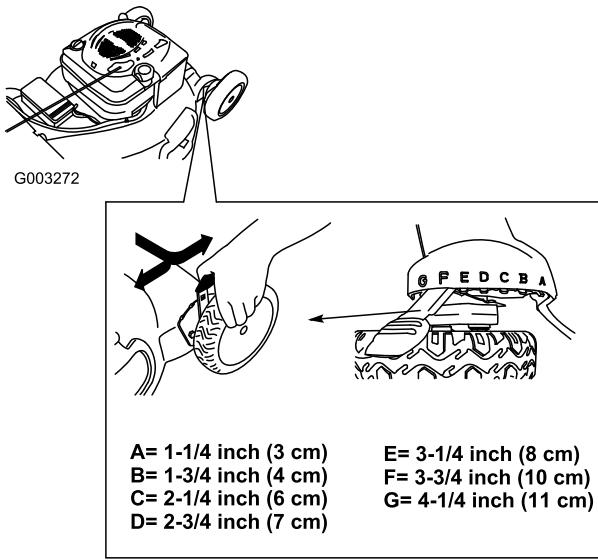

Bild 11
**Hinweis:** Schieben Sie zum Anheben der Maschine alle vier Schnitthöhenhebel nach vorne. Schieben Sie zum Absenken alle nach hinten (Bild 11).